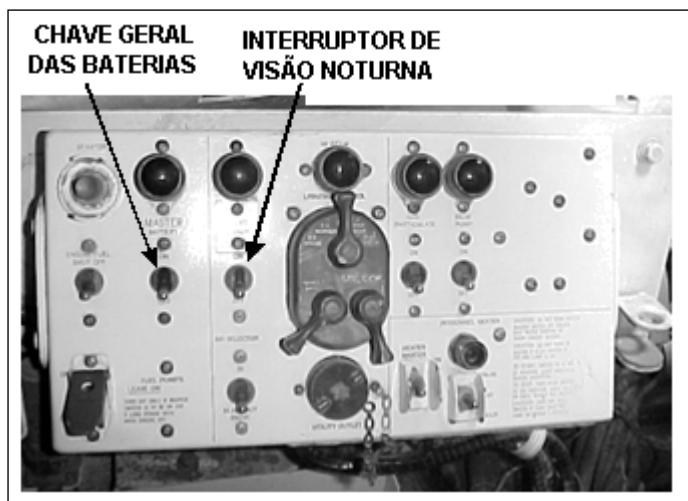

Fig 3-24. Painel principal do motorista
(1) Utilizando a energia do veículo (Fig 3-24 e 3-25)